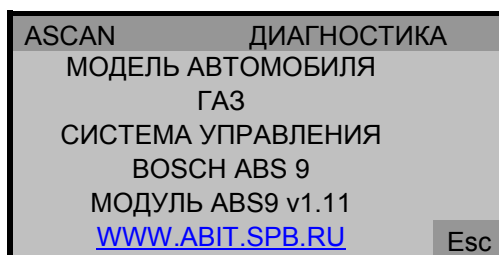

Рис. 7.72.
1.4. В пункте «**О Программе**» – осуществляется просмотр сведений о программном модуле данного тестера – сканера см. рис.7.72.